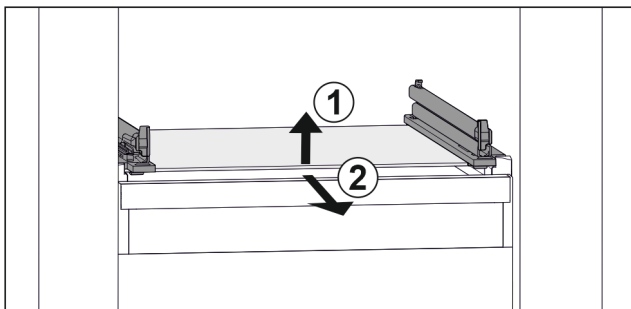

Fig. 68 Rappresentazione esemplificativa del ripiano in vetro
- ▶ Sollevare il ripiano in vetro dal davanti. Fig. 68 [1]
- ▶ Rimuovere il ripiano in vetro tirando in avanti. Fig. 68 [2]